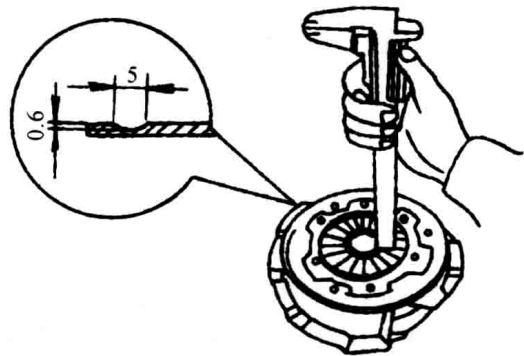

图 1-12 膜片弹簧磨损的检查
(1) 膜片弹簧磨损的检查。用游标卡尺测量膜片弹簧与分离轴承接触部位磨损的深度和宽度。深度应小于 0.6mm ，宽度应小于 5mm ，否则应更换，如图1-12所示。